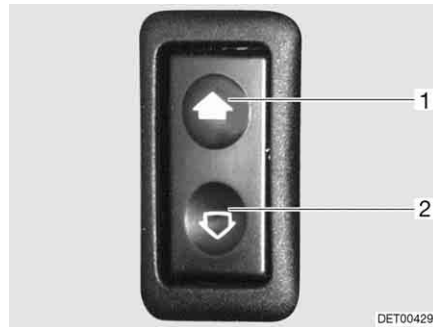

Bild 30 Knapp för elmanövrerad fönsterhiss
- Öppna:** ■ Tryck på det nedre reglaget (Bild 30,2).
- Stänga:** ■ Tryck på det övre reglaget (Bild 30,1).